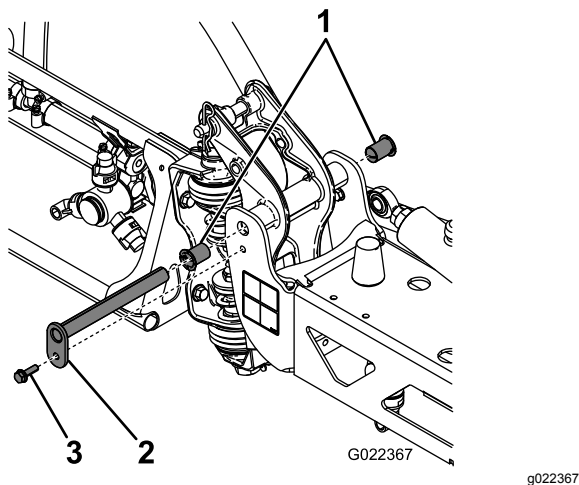

Figure 107
3. Lorsque le poids de la rampe est supporté, retirez le boulon et l'écrou de fixation de l'axe de pivot à l'ensemble rampe (Figure 107).
6. Déposez et examinez les bagues en nylon à l'avant et à l'arrière du support de pivot (Figure 107).
8. Montez l'ensemble rampe et support de pivot dans le bâti central en alignant les ouvertures (Figure 107).